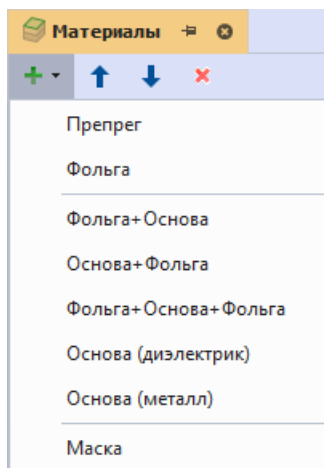

Рис. 3 Выбор конструктивного элемента
2. В выпадающем списке выберите конструктивный элемент, см. Рис. 3.